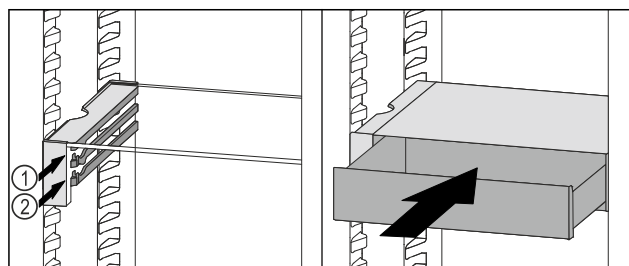

Fig. 111
- Stavite ladicu VarioSafe ukoso iza zaustavljača na željeni žlijeb Fig. 111 (1) ili Fig. 111 (2).